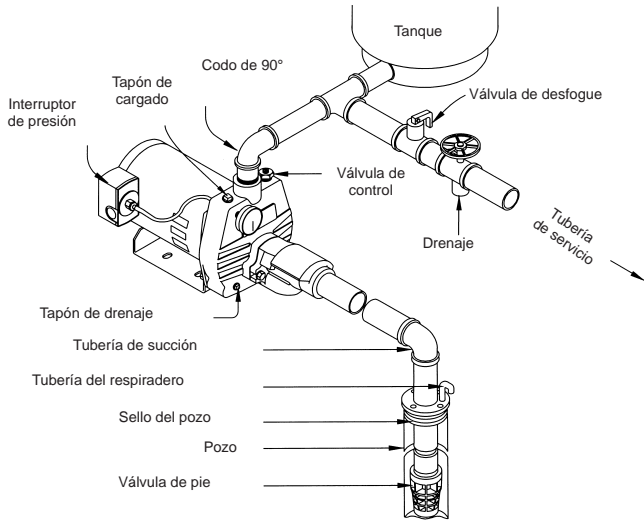

Fig. 3a POZO POCO PROFUNDO (CON VÁLVULA DE PIE)
- Línea de Servicio:** la línea de servicio debe conectarse como se muestra en la Fig. 3a, b, c ó d. El diámetro de la línea de servicio está totalmente determinado por la cantidad de agua que se necesita y la longitud de la tubería. La tubería elegida debe tener el diámetro suficiente para que las pérdidas por fricción (determinadas en la Tabla 3, Tabla de Pérdidas por Fricción) nunca excedan 20 pies (6 metros) de presión.